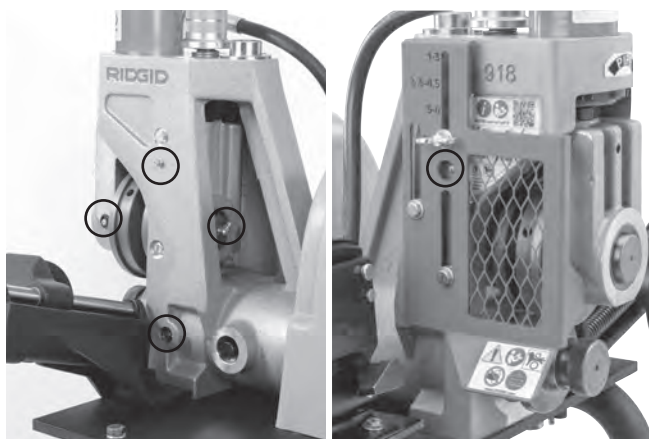

Figura 19 – Puntos de engrase
- Lubrique la ranuradora en los puntos de engrase (vea la Figura 19). Agregue grasa hasta que se rebalse levemente.